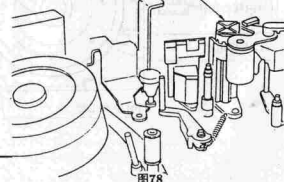

图78
步骤: ①轻轻地转动轴向调整螺钉, 直到主导轴转部件刚好接触主导轴定子部件的线圈为止, 如图78所示;
②把高度调整规安装在主导轴转子上;